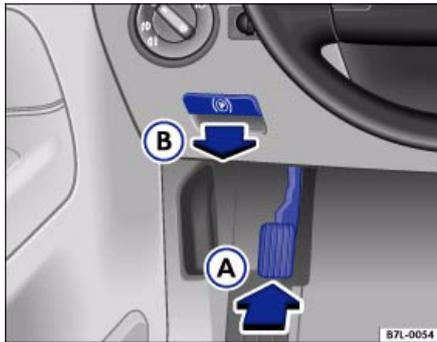

Abb. 108 Ausschnitt aus der Instrumententafel: Pedal **A** zum Bestätigen und Zuggriff **B** zum Lösen der Feststellbremse
- Drücken Sie das Pedal ⇒ **Abb. 108 A** in Pfeilrichtung kräftig nach unten.